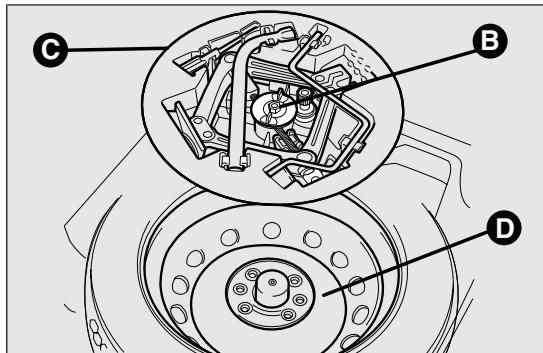

Abb. 97
- Die Blockierung B lösen Abb. 97
- Den Werkzeugkasten C Abb. 97 herausnehmen und neben das auszuwechselnde Rad stellen;
- Das Ersatzrad D herausnehmen Abb. 97;
- Das Ersatzrad D Abb. 97 in die entsprechende Aufnahme im Gepäckraum legen;